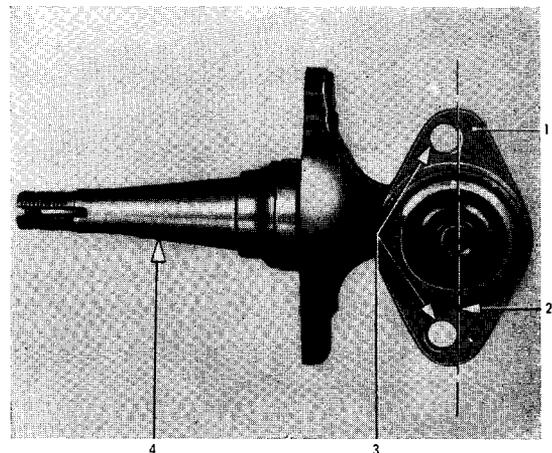

Bild 14 – Außermittig versetzte Löcher im Kugelgelenkflansch
- Kugelgelenk mit Flanschbefestigung so einbauen, daß bei außermittig versetzten Löchern diese zum Radlagerzapfen zeigen (Bild 14).